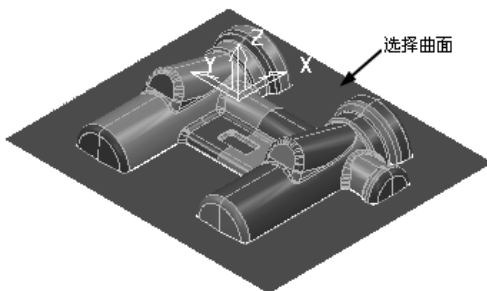

图 3-134 选择曲面
2) 选择图 3-134 所示的曲面, 然后单击“插入模型”按钮, 单击“边界”对话框的“接受”按钮即可完成边界创建。